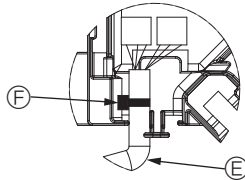

Fig. 10-10
- Stavite zatezač kojim je pričvršćen motor krilca ploče u kutiju poveznika kako je prikazano na dijagramu. (Fig. 10-10)